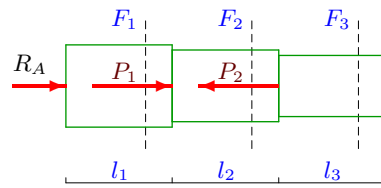

Рис. 6
1. Освобождаем одну из опор, заменяя ее действие на брус неизвестной реакцией (рис. 6). Реакцию направляем по внешней нормали к поверхности опоры.